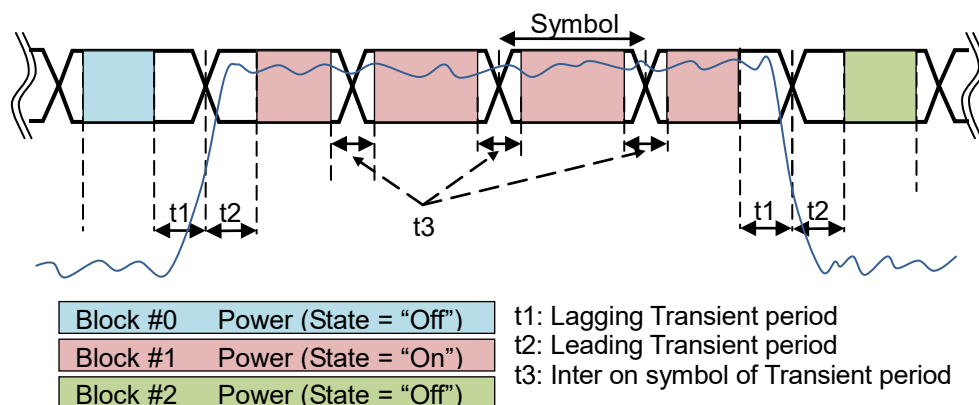

図3.22-2 On Block パワー算出範囲
参照 図 3.22-2 On Block パワー算出範囲
- 図 3.22-2 は 6 シンボルの State が “Off, On, On, On, On, Off” の場合の Block ごとのパワー算出区間を示しています。